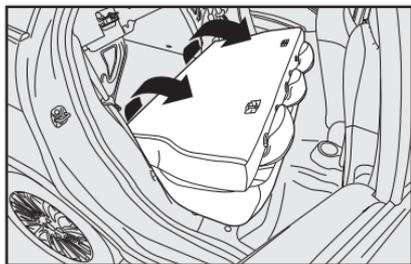

fig. 90
4) Incline hacia adelante el respaldo, haciendo pasar lateralmente los cinturones, hasta apoyarlos sobre el asiento trasero **fig. 90**.